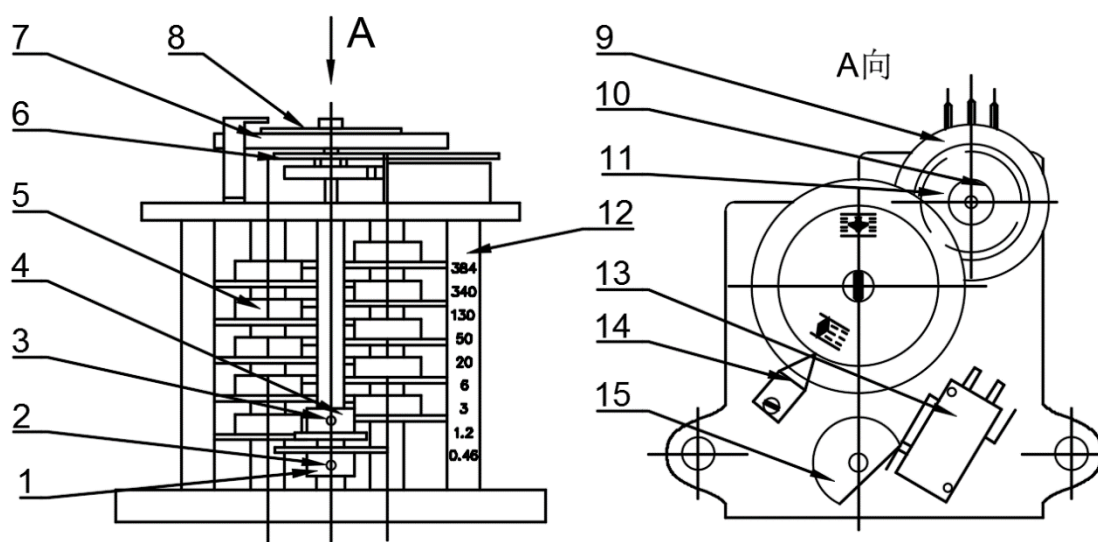

图 4 机械式开度指示器
6. 开度指示器：为全系列通用部件，其结构见图 4。输入齿轮由计数器个位齿轮带动，经减速后，指示盘随阀门的开关过程同时转动，以指示阀门的开启或关闭。电位器的轴和指示盘同步转动，供远传开度指示用，移动转圈数调整齿轮可以改变转圈数。